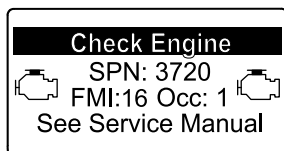

Figura 54
- Aviso do motor SPN 3720, FMI 16 (Figura 54)